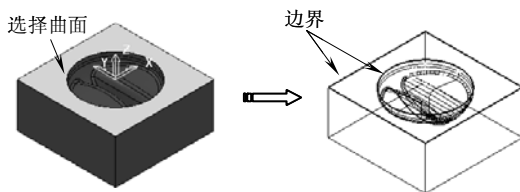

图 3-102 创建的边界
2) 选择图 3-102 所示的曲面, 然后单击“插入模型”按钮, 单击“用户定义边界”对话框中的“接受”按钮即可完成边界创建, 如图 3-102 所示。